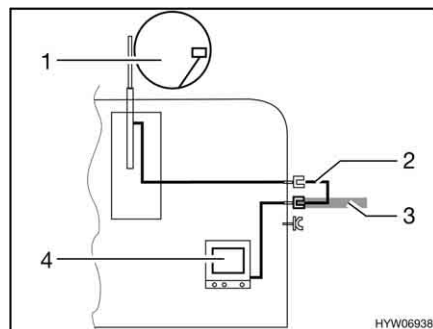

Fig. 156 TV en el vehículo
- TV en el vehículo (Fig. 156,4): Conexión a la antena del techo (Fig. 156,1) con el cable de conexión (Fig. 156,2)
- TV en el vehículo (Fig. 156,4): Conexión a antena externa (Fig. 156,3)